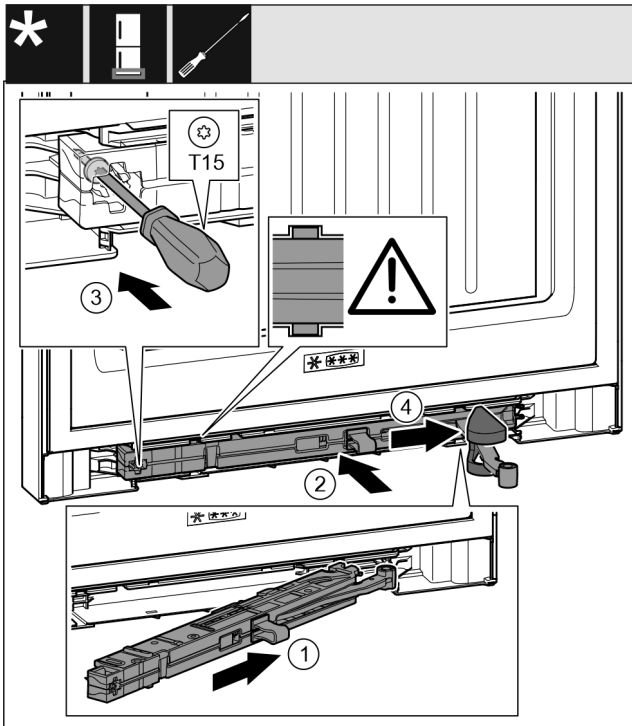

Fig. 44
- ▶ Вставьте узел амортизатора в выемку со стороны опорного кронштейна под наклоном до упора. Fig. 44 (1)
- ▶ Полностью вставьте узел амортизатора в выемку. Fig. 44 (2)
- ▶ Затяните винт отверткой T15. Fig. 44 (3)
- ▶ Переместите крышку над шарниром. Fig. 44 (4)